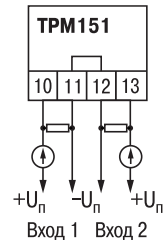

Рис. 21
3. Для питания нормирующих преобразователей необходим дополнительный источник постоянного напряжения U_n . На рис. 21 показаны схемы подключения датчиков с унифицированным выходным сигналом $4 \dots 20$ мА к приборам по двухпроводной линии. Значение напряжения U_n указывается в технических характеристиках нормирующего преобразователя и, как правило, лежит в диапазоне $18 \dots 36$ В.